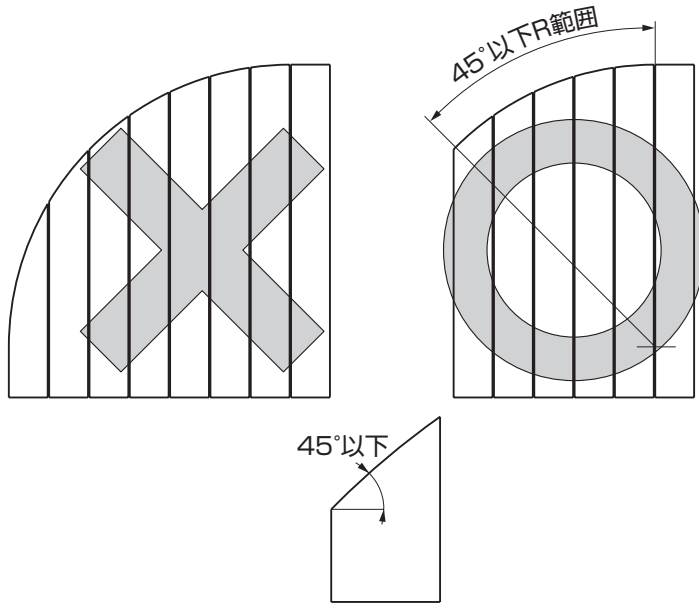

図11-1
- 床板の切断は45°以下にしてください。(図11-1参照)
(2) くり貫き納まりの床板取付上の注意